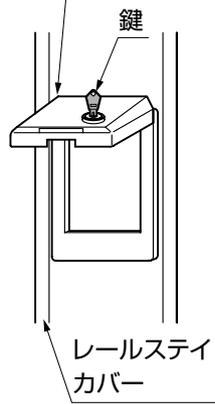

図1-2
- ガードプレートの鍵は「閉」の位置にしないと抜けません。(図1-2参照)